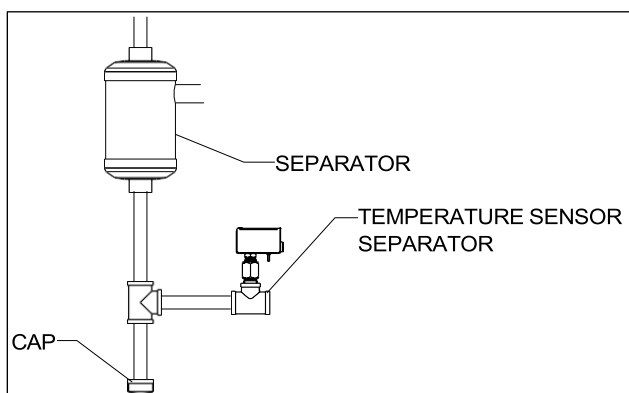

Ilustración 17 - Temperatura Sensor Separador Instalación
- Se instalará un sensor de temperatura aguas abajo de la salida de condensado del separador de vapor. Consulte la Ilustración 17: Instalación del sensor de temperatura del separador.